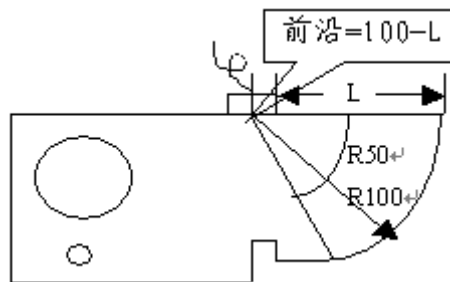

图 4-4
- (1) 进入[基础]-[C]，调节探头参数输入标称值。操作方法见(3.9 节探头参数调节)。
- (2) 按[标定]-[A]进入。
- (3) 按【调节键】选择试块，我们以 CSK-1 试块为例，如图 4-4 所示。
头不动。见图 4-4。(此时打开峰值功能,有利于找到最高回波)。